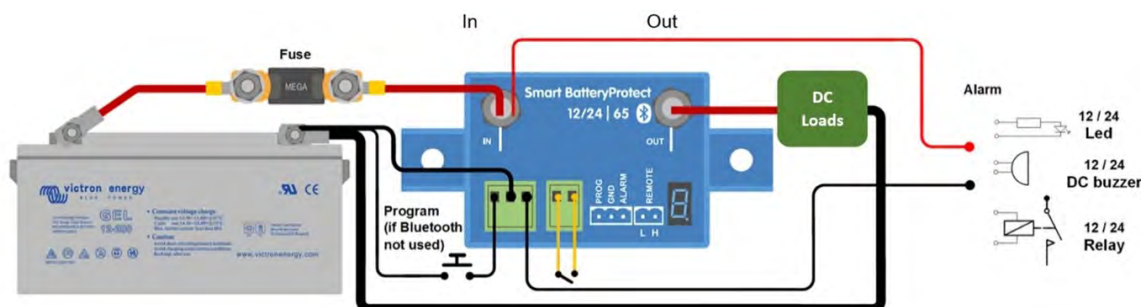

Bild 1: Kopplingsschema för SBP-65 (använd fjärringången för systemets av/på-funktion)
- En summer, en LED eller ett relä kan kopplas mellan larmutgången och batteriets positiva pol (se bild 1). Maximal belastning på larmutgången: 50 mA (kortslutningssäkrad).